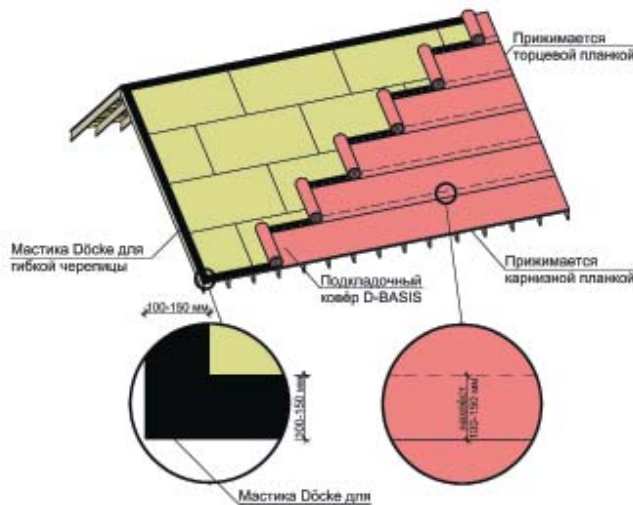

Рис. 6 Крепление подкладочного ковра D-BASIS.
- 4.1.3 Крепёж подкладочного ковра – тип 1 (таблица №1). Шаг гвоздей составляет 200 мм по длинным сторонам полотен и 100 мм по коротким сторонам полотен в местах нахлёстов (рис.6). Каждое полотно (кроме верхнего, прилегающего к коньку) ковра крепить гвоздями по верхней длинной стороне. Короткие стороны полотен подкладочного ковра на торцах прижимаются металлическими торцевыми планками (п.5). Нижнее полотно подкладочного ковра дополнительно снизу прижимается карнизными планками (п.5).